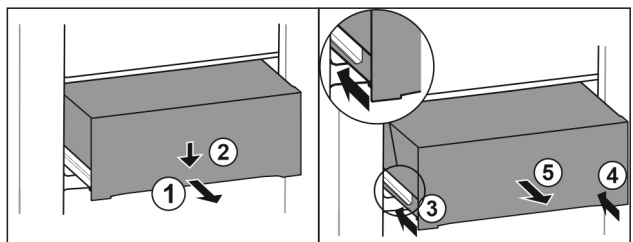

Fig. 104
► Вытяните выдвижной ящик наполовину. Fig. 104 (1)
- ▶ Вдавите выдвижной ящик в передней части вниз. *Fig. 104 (2)*
- ▶ Задвиньте левую направляющую прим. на 2 см. *Fig. 104 (3)*
- ▶ Задвиньте правую направляющую прим. на 2 см. *Fig. 104 (4)*
- ▶ Извлеките выдвижной ящик движением вперед. *Fig. 104 (5)*